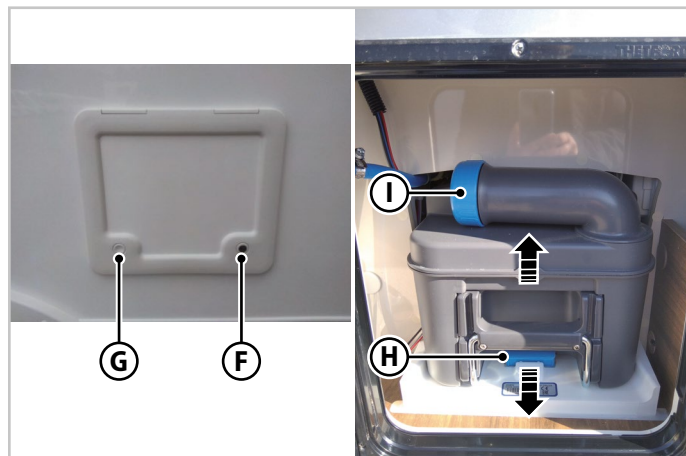

Fig.6.38 - Vaciado del depósito del inodoro
2. Abra la cerradura con la llave (**F** - Fig.6.38), y, a continuación, retire la llave.
3. Pulse los botones **G** y **F** (Fig.6.38) abra la tapa.
4. Ejercer una ligera presión hacia arriba en la manilla (**H** - Fig.6.38) y extraiga el depósito.
5. Retire el tapón (**I** - Fig.6.38) y pulse el botón de purga para vaciar el depósito.